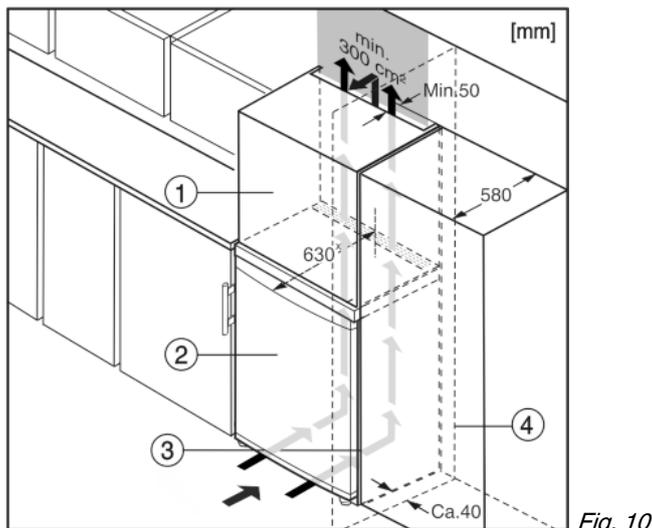

Fig. 10
Uređaj se može adaptirati za ugradnju u kuhinjski namještaj. Kako biste uređaj Fig. 10 (2) prilagodili visini kuhinjskog namještaja, iznad uređaja možete postaviti odgovarajući viseći ormar Fig. 10 (1).
Kod adaptacije s normalnim kuhinjskim ormarima (dubina maks. 580 mm) uređaj se može postaviti direktno uz kuhinjski ormar Fig. 10 (3). Uređaj stoji bočno 34 mm\* i u sredini uređaja 50 mm\* nasuprot pročelju kuhinjskog ormara.
Kada se uređaj postavlja s okovima pored zida Fig. 10 (4), razmak između uređaja i zida mora iznositi najmanje 40 mm. To odgovara stajanju ručice kod otvorenih vrata.